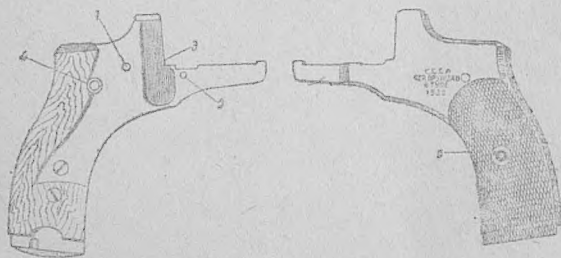

Рис. 9. Боковая крышка:
11. Боковая крышка (рис. 9) закрывает рамку с левой стороны. Она прикреплена к рамке винтом.